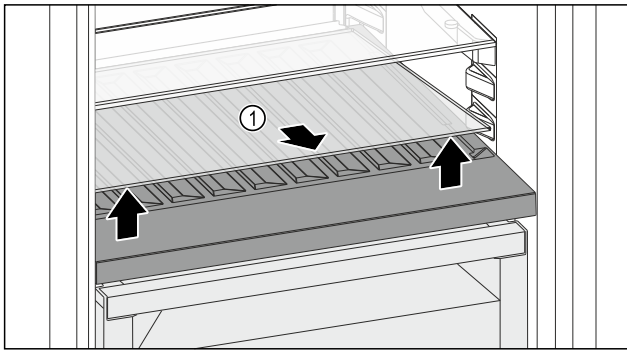

Fig. 146
- ▶ Glasplatte Fig. 146 (1) an der Aussparung vorne anheben und herausnehmen.
- ▶ Glasplatte Fig. 146 (1) außerhalb des Geräts sicher aufbewahren.
- ▶ Glasplatte (2) unter der variablen Flaschenablage einlegen.